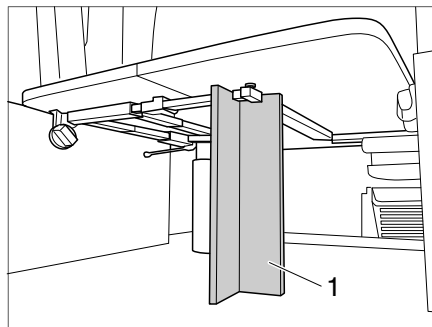

Bild 116 Trästäd
- Skjut bordsskivan på stödkanten och placera trästödet (Bild 116,1) under bordet.